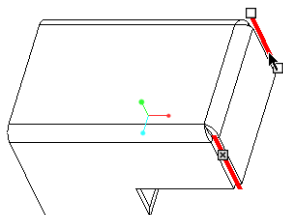

图 1-20 选择要扯裂的边或链
- (2) 在“转换”选项卡中单击 (边扯裂) 按钮，打开“边扯裂”选项卡。
- (3) 按〈Ctrl+D〉快捷键以默认的标准方向视角显示模型，在图形窗口中选择要扯裂的边或链，如图 1-20 所示（选择第 2 条边时建议同时按〈Ctrl〉键，以将选择的第 2 条边和第 1 条边都收集在“边扯裂 1”集中）。